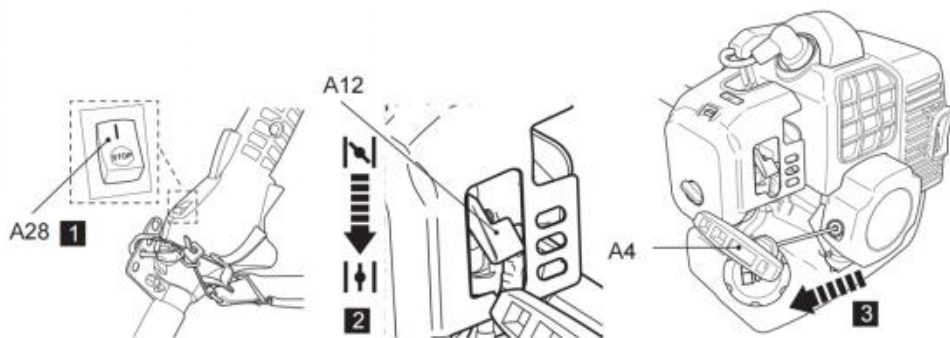

Fig. 40
5. Tire ligeramente de la manija del arrancador de retroceso (A4) hasta que sienta resistencia y luego tire rápidamente. Repita esto hasta que el motor arranque (Fig. 40).